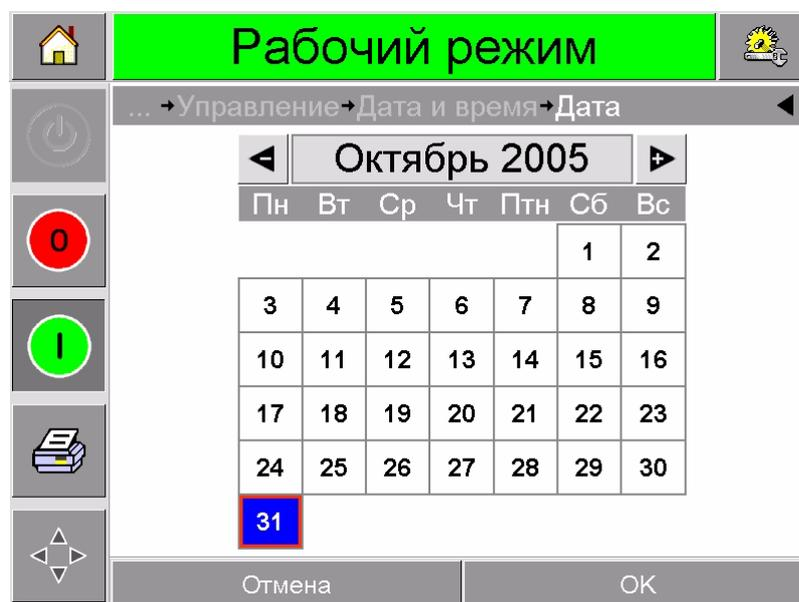

Рис. 3-9: Установка даты для системы
- 5 Нажмите поле Date («Дата») для установки даты, после чего появится страница с календарем, как показано на Рис. 3-9.